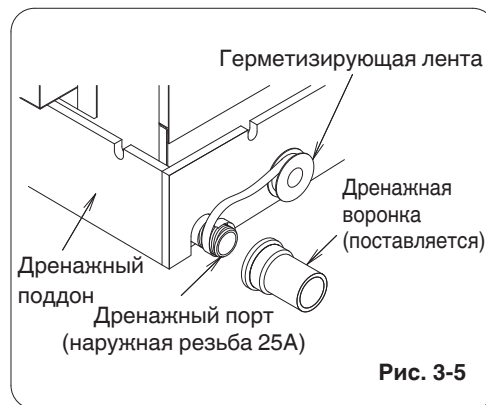

Рис. 3-5
- (1) Подготовьте стандартную жесткую полихлорвиниловую трубу (наружный диаметр 32 мм) для дренажа и используйте поставляемую ленту шланга для предотвращения утечки воды. Полихлорвиниловую трубу необходимо приобрести отдельно. При выполнении этой операции нанесите на место соединения клей для полихлорвиниловой трубы.
- (2) При подсоединении дренажной воронки (поставляется) к дренажному порту с резьбой, сначала оберните резьбу дренажного порта герметизирующей лентой, а затем выполните соединение. (Рис. 3-5)